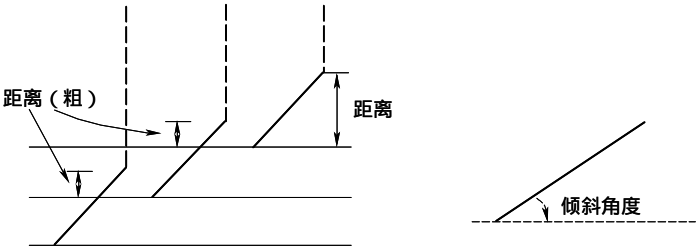

图 7-31 沿着形状时距离与角度的设定
- (3) 沿着形状 即在 Z 方向以沿着形状切入，包括以下选项：
- 【倾斜角度】：输入相对于 XY 平面切入的倾斜角度。具体如图 7-31 所示。